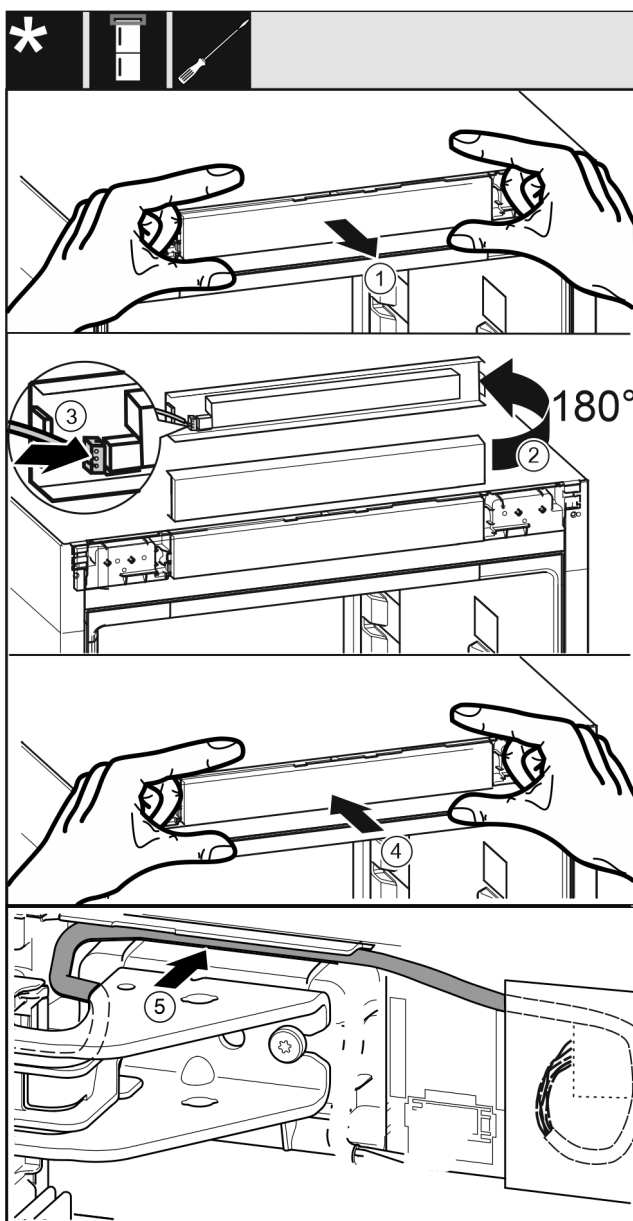

Fig. 53
- ▶ Óvatosan vegye ki a kezelőpanelt Fig. 53 (1).
- ▶ Fordítsa felfelé a kezelőpanelt Fig. 53 (2) 180°-kal.
- ▶ Pattintsa rá a dugót Fig. 53 (3) a kezelőelem paneljére.
- ▶ Pattintsa vissza a kezelőpanelt Fig. 53 (4) a készülékre.
- ▶ Vezesse el óvatosan a kábelt Fig. 53 (5) a felső csapágybak fölötti vezetősínben.